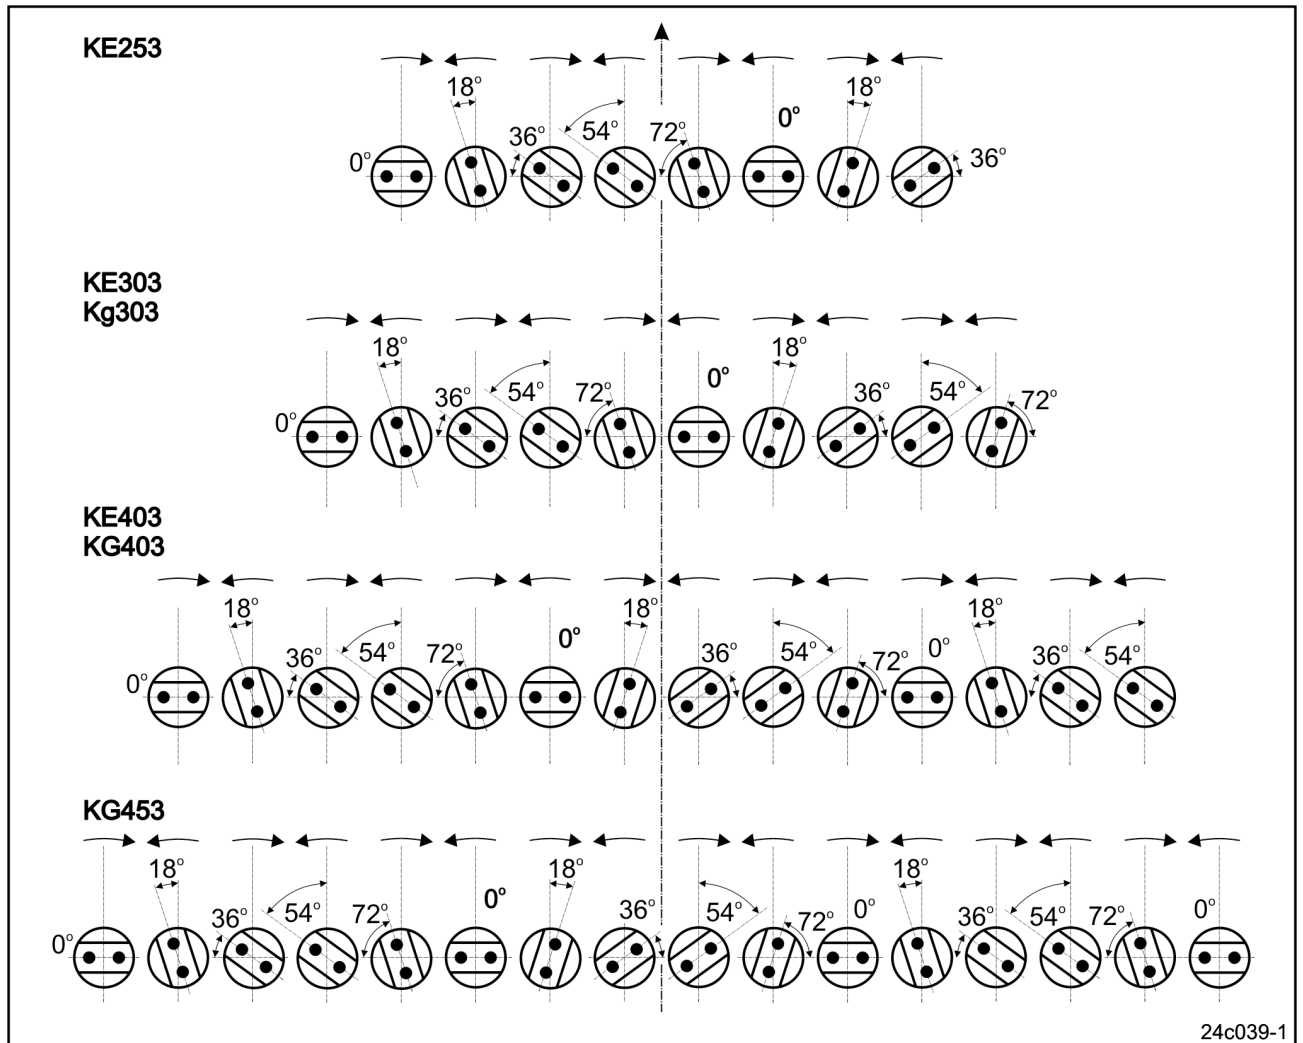
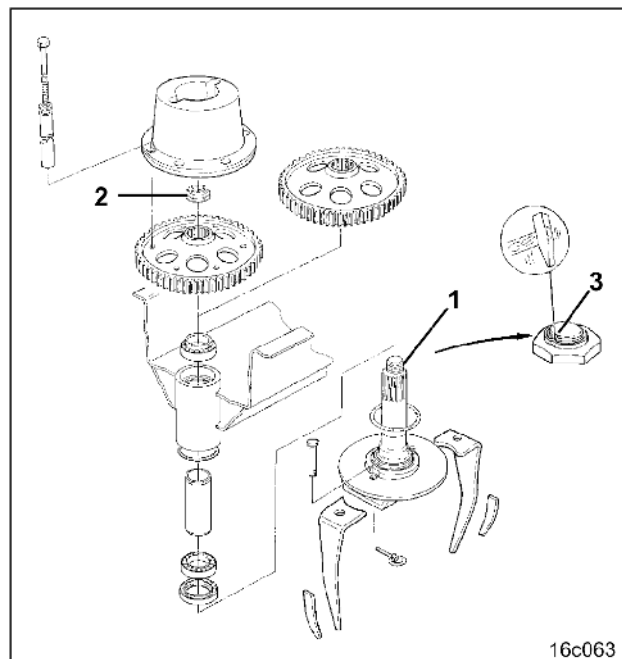

Fig. 157
Fig. 159
Die Grundstellung der Werkzeugträgerwellen ist in Figur (Fig. 157) dargestellt. Gezeigt ist der Blick in die offenen Stirnradwannen auf die Stirnräder. Der Mittellinienpfeil zeigt die Fahrtrichtung an.
Einzelne ausgebaute Werkzeugträgerwellen nach Figur (Fig. 159) in der Stirnradwanne montieren. Vor der Montage dieser Werkzeugträgerwellen sind die in der Stirnradwanne verbliebenen Werkzeugträgerwellen zuerst in Grundstellung (siehe Kap. 14.9.2) zu bringen. Danach erfolgt der Einbau entnommener Werkzeugträgerwellen nach Figur (Fig. 157).
**Nur AMAZONE-Kreiselgrubber sind mit Distanzhülsen (Fig. 159/2) ausgerüstet.**
Wurden alle Werkzeugträgerwellen zur Reparatur aus der Stirnradwanne entfernt, beginnt die Montage nach Figur (Fig. 159) mit der ersten Werkzeugträgerwelle außen links. Diese erste Werkzeugträgerwelle ist nach der Montage in Grundstellung zu stellen. In Grundstellung steht bei allen Maschinen die äußerste linke Werkzeugträgerwelle in „0°-Position“. Die Zinken stehen in „0°-Position“ quer zur Fahrtrichtung.
Montage abschließend anhand Fig. 157 überprüfen. Stirnradbefestigungsmuttern auf den Werkzeugträgerwellen nach Kap. 14.9.4 befestigen.
Zum Ausbau eines Lageraußenringes (Fig. 159/5) werden benötigt:
Stirnradbefestigungsmuttern (Fig. 159/3) auf die Werkzeugträgerwellen (Fig. 159/1) aufschrauben, festziehen und sichern. Entnehmen Sie der Tabelle (Fig. 160) das Anzugsmoment der Stirnradbefestigungsmuttern.
Kragen der Stirnradbefestigungsmuttern (Fig. 159/3) in die Sicherungsnut (Fig. 159/4) der Werkzeugträgerwelle (Fig. 159/1) einschlagen.
Stirnradbefestigungsmutter (Fig. 159/3)